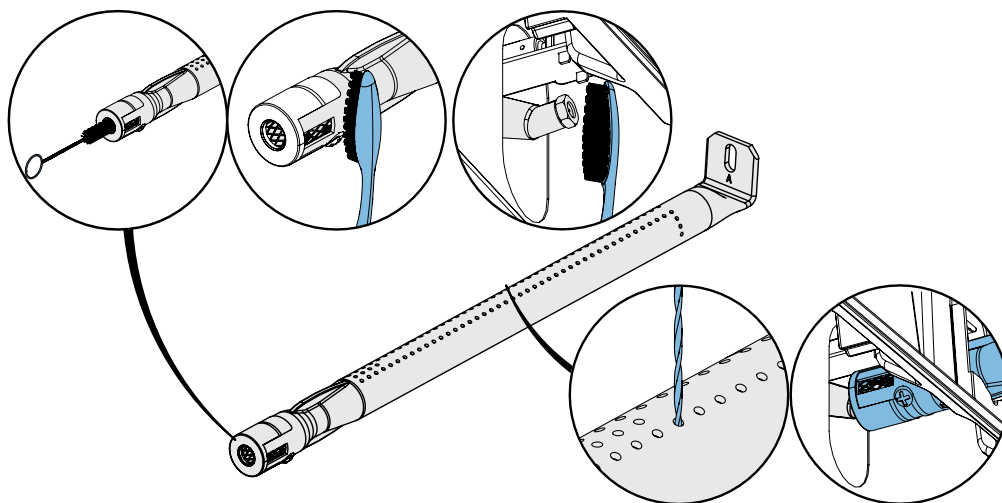

Abb. 9
1. Entfernen Sie die Schraube(n), die den Brenner an der Rückwand des Grills befestigen. Schieben Sie den Brenner nach hinten und oben, um ihn zu entfernen. **(Abb.9)**